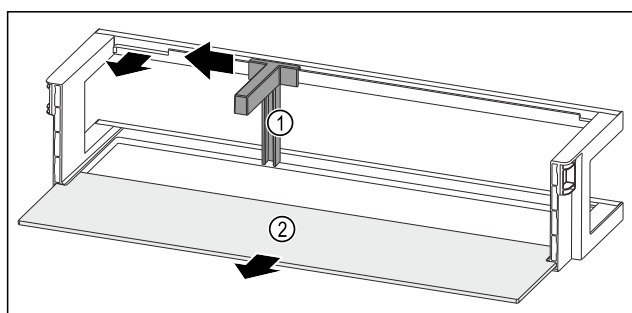

Fig. 259 Дверная полка с держателем для бутылок и съемной полкой
- Сместите держатель для бутылок Fig. 259 (1) до выемки в сторону.
- Извлеките держатель для бутылок Fig. 259 (1).
- Извлеките съемную полку Fig. 259 (2).